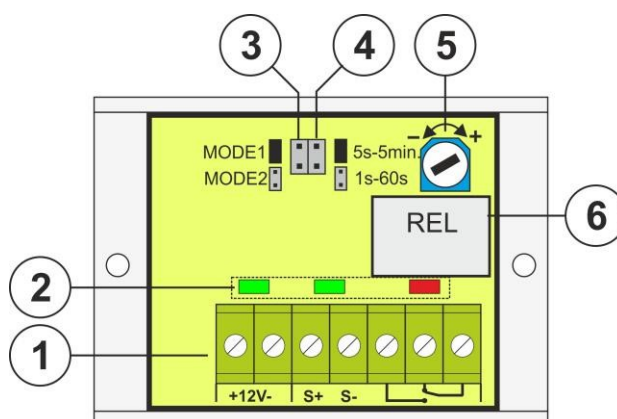

Fig.1. Vista del modulo.
N. [Fig.1]	Descrizione
①	Connettore: +12V - Alimentazione del modulo, tensione CC S+ - ingresso di controllo alimentato dall'alimentazione positiva S- - ingresso di controllo attivato dall'alimentazione negativa (alimentazione meno) – Connettore relè REL  ATTENZIONE! Nella Fig.1 il gruppo di contatti mostra uno stato privo di potenziale del relè.
②	LED (verde): – indicazione ottica verde – tensione di alimentazione verde – indicazione del segnale di trigger (S + o S-) rosso – indicazione di attivazione del relè REL – (il LED è acceso quando il relè è attivato)
③	Ponticello modalità operativa:  modalità 1  modalità 2 Descrizione: ponticello attivo, ponticello attivo
④	Jumper intervallo di tempo:  1 s – 60 s. Intervallo di tempo  5 s – 5 min. Intervallo di tempo Descrizione: ponticello attivato, ponticello attivato
⑤	Potenzimetro per la regolazione del tempo
⑥	Relè